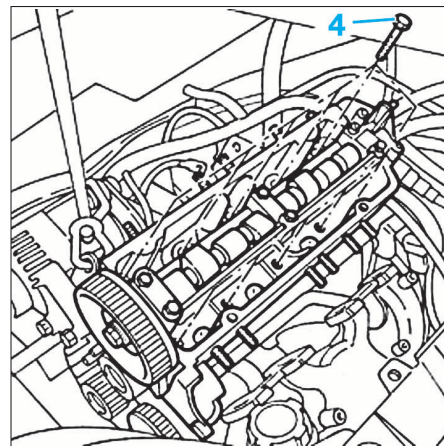

FIG. 27
- les vis de fixation (4) de la culasse (Fig.27).